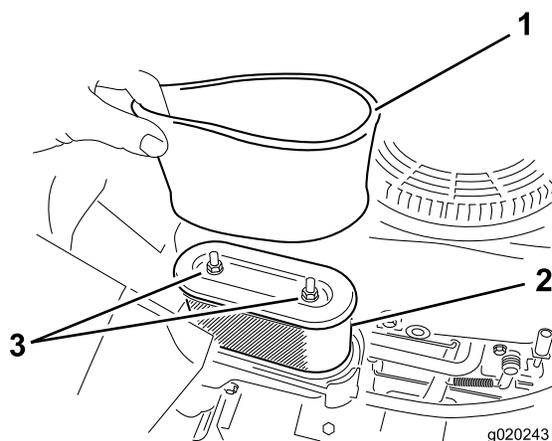

Рисунок 38
5. Осторожно извлеките фильтрующие элементы из пеноматериала и бумаги из корпуса воздухоочистителя (Рисунок 38).
**Примечание:** Замените бумажный элемент, если он очень грязный (Рисунок 38).
1. Установите фильтр из пеноматериала на бумажный фильтр (Рисунок 38).